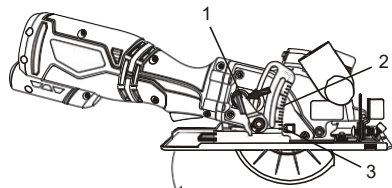
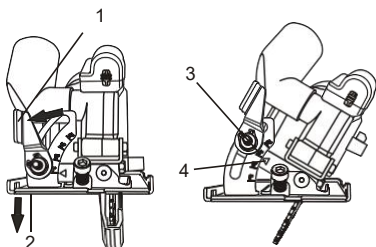

Fig. 2
Fig. 3
1. Gire la palanca de bloqueo de la profundidad de corte (1) en el sentido contrario a las agujas del reloj (Fig. 2).
2. Baje la suela a la profundidad deseada. **NOTA:** Alinee la profundidad deseada en la escala de control de profundidad (2) con la marca de alineación (3) en la carcasa de la sierra.
1. Gire la palanca de bloqueo del ángulo de bisel (1) en sentido antihorario (Fig. 3).
2. Gire la placa de suela (2) al ángulo deseado.
2. Fije la profundidad (Fig. 2) y fije el ángulo bisel en 0° (Fig. 3).